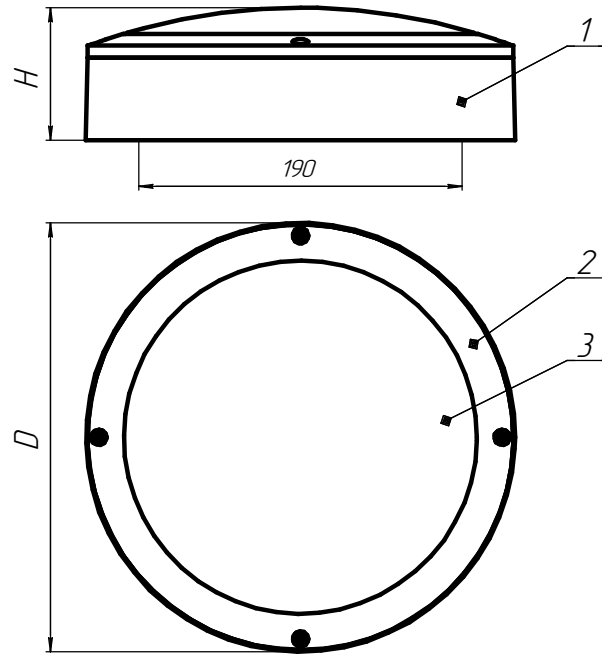

Рисунок 1:
4.2 Светильник ЛБО85, в соответствии с рис. 1 приложения А, состоит из корпуса в сборе поз. 1, обечайки поз. 2, рассеивателя поз. 3.